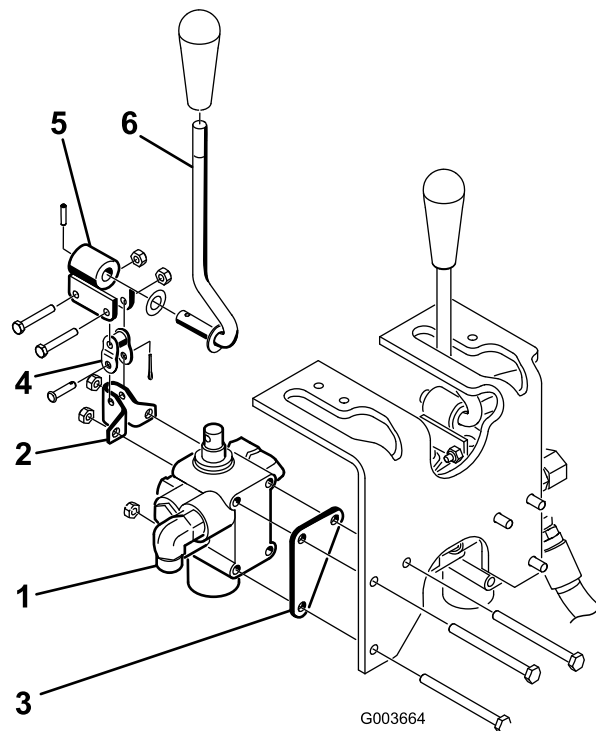

Figura 5
3. Monte, sem apertar, o conjunto da alavanca de articulação à bobina da válvula e à ligação de desvio com 2 parafusos (#10 x 1-1/4 pol.) e 2 porcas de bloqueio (Figura 5). Não aperte os parafusos nesta altura.
2. Monte o conjunto da válvula, apoio da articulação e placa da válvula à estrutura com 3 parafusos (1/4 x 3 pol.) e 3 porcas de bloqueio (Figura 5). Posicione a placa da válvula contra a frente da travessa dianteira